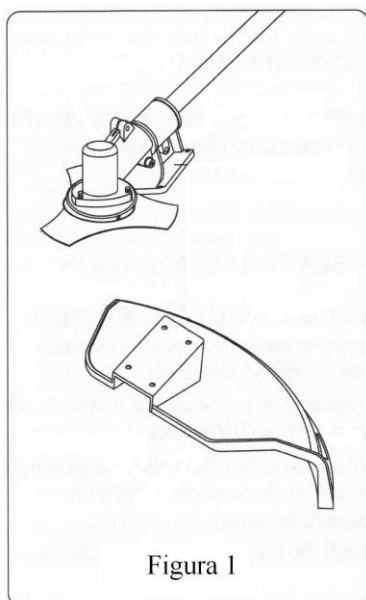

Figura 1
2. Montaţi apărătoarea de plastic aşa cum se vede în figura 1.